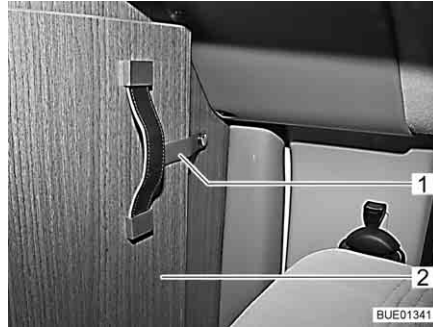

Fig. 56 Bande de sécurité
- Détacher la bande de sécurité (Fig. 56,1) de la partie rabattable de la séparation pour la cabine de conduite (Fig. 56,2).